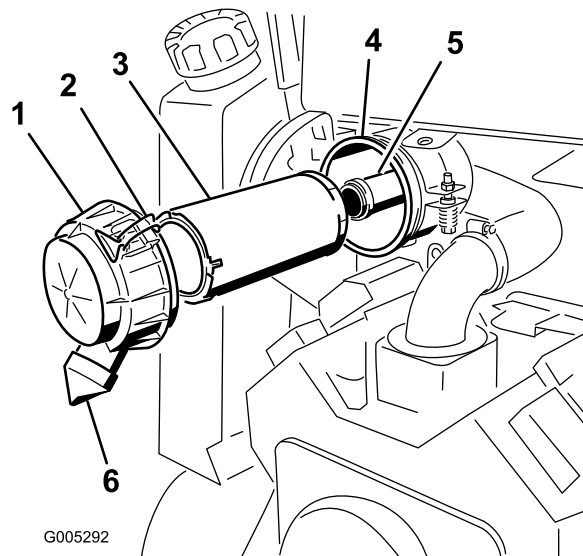

Figura 20
2. Abra los cierres del limpiador de aire y tire de la tapa del limpiador de aire para separarla de la carcasa del limpiador de aire (Figura 20).
- Extraiga con cuidado el filtro primario del cuerpo del limpiador de aire y deséchelo (Figura 20). Evite golpear el filtro contra el lado de la carcasa.
- Si también va a cambiar el filtro de seguridad, extráigalo con cuidado del cuerpo del limpiador de aire y deséchelo (Figura 20). Evite golpear el filtro contra el lado de la carcasa.
- Si va a cambiar el filtro de seguridad, deslícelo cuidadosamente en el cuerpo del filtro (Figura 20). Asegúrese de que está bien asentado empujando firmemente sobre el borde exterior del filtro mientras lo instala.
- Introduzca con cuidado el filtro primario en el cuerpo del limpiador de aire (Figura 20). Asegúrese de que está bien asentado empujando firmemente sobre el borde exterior del filtro mientras lo instala.
- Instale la tapa y el espaciador y fíjelos con la tuerca de la tapa (Figura 20). Apriete la tuerca a 11 Nm (95 pulgadas-libra).
- Instale la tapa del limpiador de aire con la salida de goma hacia abajo, en la posición de las 5—las 7 (visto desde el extremo) (Figura 20) y sujétela con los cierres.